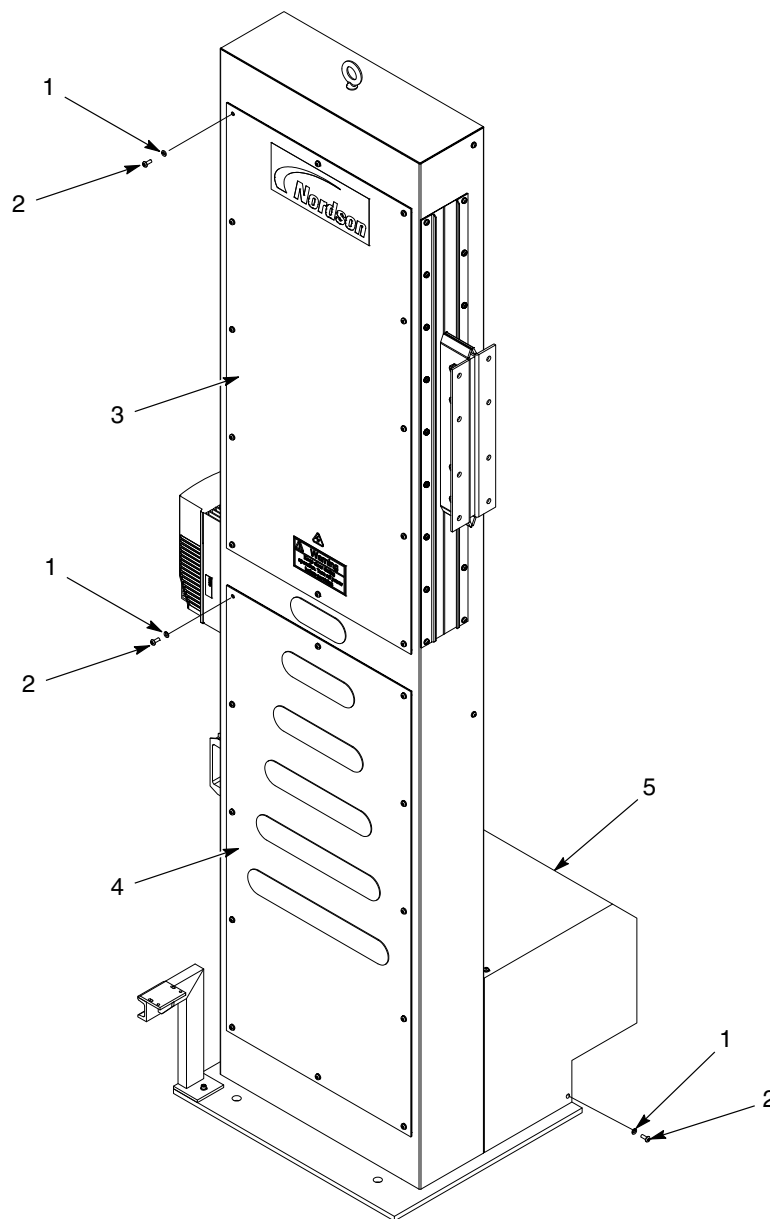

Figura 11 Extracción de las cubiertas
1. Ver la figura 11. Extraer los tornillos (2) y las arandelas de bloqueo (1) del panel que proceda (3, 4) o la cubierta del motor de engranaje (5) para obtener acceso a una pieza del oscilador.